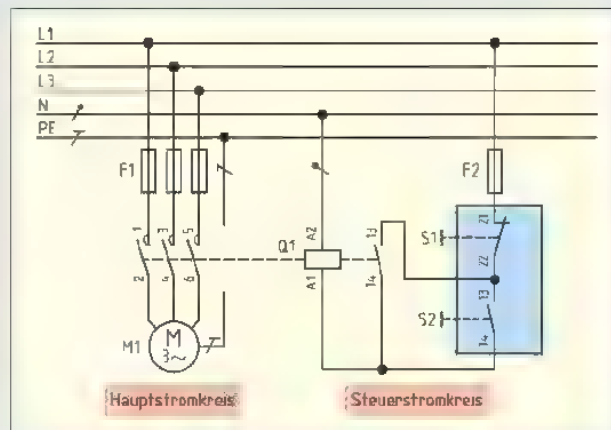

Bild 1: Schützschaltung mit Selbsthaltung
2. Welche Folgen hätte ein Drahtbruch zwischen der Klemme 22 von S1 und Klemme 13 von Q1 (Bild 1)?
3. Beim Anschluss des Motors wurden die Außenleiter L2 und L3 vertauscht (Bild 1). Welche Auswirkungen hat das Vertauschen der Leiter auf